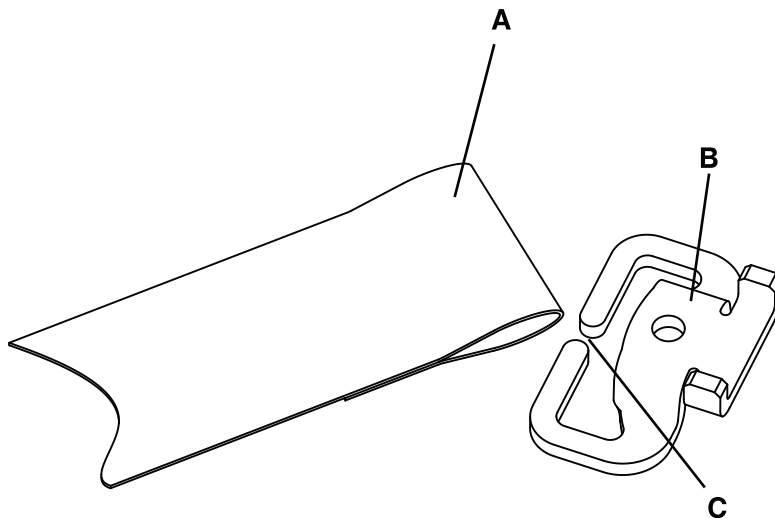

Figura 4-35: Retirada del cinturón ventral
1. Con una mano, sujete el extremo del cinturón sujeto al soporte (A). Con la otra mano, sujete el soporte (B) (Figura 4-35 de la página 4-54).
2. Apriete el bucle del cinturón en el soporte y hágalo pasar a través de la ranura (C) del soporte para sacar el cinturón (Figura 4-35 de la página 4-54). Deseche el cinturón.